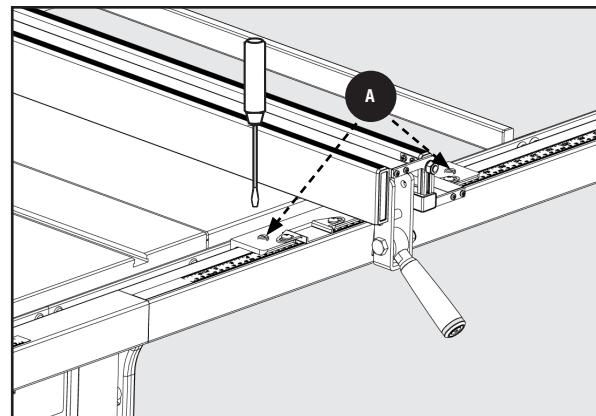

Figure 32
3. Si la paroi du guide n'est pas perpendiculaire à la table, libérez le levier de serrage et ajustez légèrement l'une des vis de pression à encoches **A** Figure 32 jusqu'à ce que la paroi du guide soit perpendiculaire à la table.